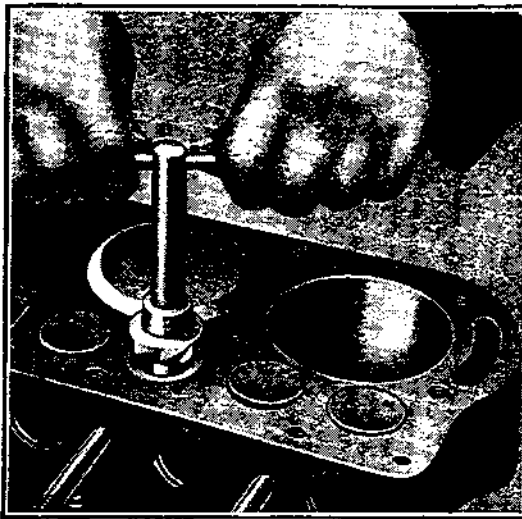

Fig. 146
**221** — Si les sièges de soupapes dans le bloc sont grêlés, les aplanir à l'aide d'un outil à aléser les sièges. Introduire l'outil dans le siège de la manière montrée dans la figure 146 et enlever suffisamment de métal pour aplanir les trous. Si les guides de soupapes sont déjà agrandis, employer un outil à mèche renforcée. Roder les soupapes de la manière expliquée au paragraphe 369, les démonter ensuite et bien enlever toute la pâte des soupapes et des cylindres.